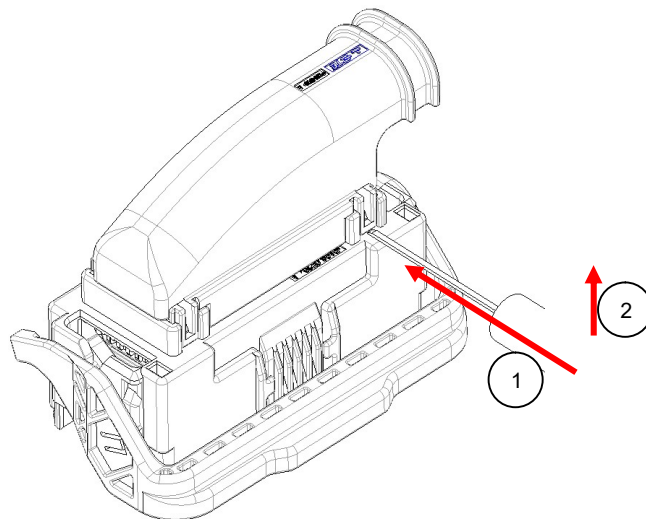

Fig. 17
- (3) COVER LOCKING 부에 REWOKR TOOL을 걸고 지렛대의 원리를 이용해 TOOL을 위쪽 방향으로 들면서 COVER LOCKING을 해제한다. (Fig. 17 참조)